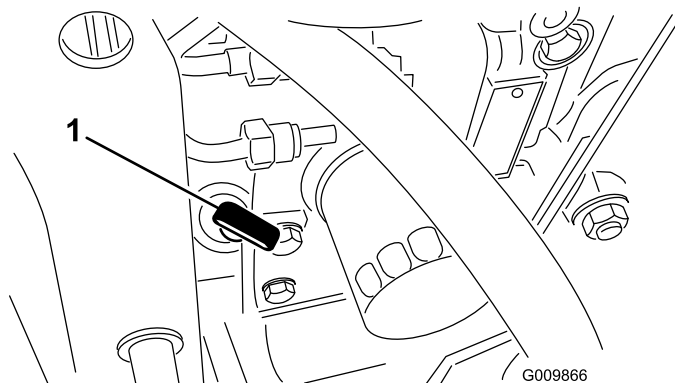

図 23
2. ディップスティックを抜き取り、付いているオイルをウェスで拭きとってもう一度完全に差し込む(図 23)。